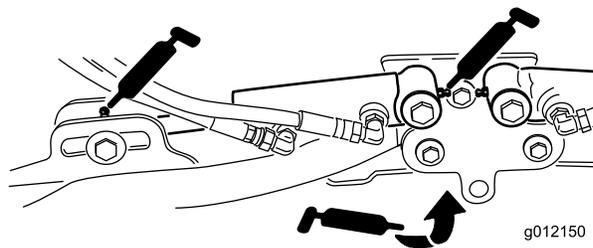

图 69
- 滚刀组提升臂枢轴每个滚刀组 2 个图 69
- 提升臂枢轴每个滚刀组 1 个图 69